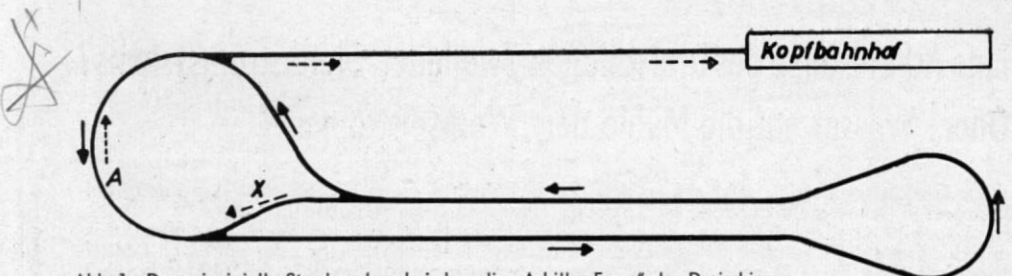
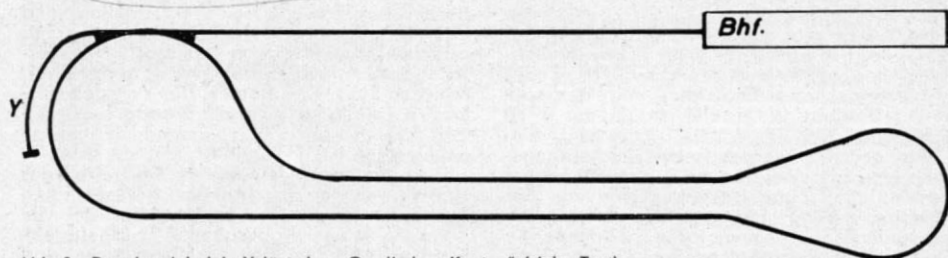

Abb. 1. Der prinzipielle Streckenplan, bei dem die „Achilles-Ferse“ des Dreischienen-Wechselstrom-Systems „entdeckt“ wurde.
Abb. 2. Das Ausziehgleis Y löst den „Gordischen Knoten“ (siehe Text).
Abb. 1. „REPA“-Weichenantrieb mit voller Kontaktbestückung. Die Bauteile bestehen sämtlich aus schwarzem Kunststoff und wurden nur aus fotografischen Gründen teilweise hell eingefärbt. Abmessungen des Antriebes: Länge 55 mm, Breite 25 mm, Höhe 15 (20) mm.
Abb. 3. Der neue „REPA“-Weichenantrieb fertig montiert. 1 = Zungenbrückenarm, 2 = Stelldraht, 3 = Weichenlaternen-Hebel, 4 = Kontakteinheiten, 5 = Anschlüsse der Umschaltkontakte, 6 = Umschaltkontakte, 7 = Befestigungsschraube. – Bei der Montage muß unter der Zungenbrücke der Weiche ein etwa 5 x 10 mm großes Langloch in der Anlagengrundplatte vorgesehen werden, durch das der Zungenbrückenarm geführt wird. Dieser selbst ist mit einer beigegebenen Mutter an der Zungenbrücke zu befestigen, die deshalb in der Mitte ein Loch von 1,5 mm  $\phi$  haben muß. Der Antrieb ist rechtwinklig zur Gleisachse des geraden Stranges (hier gestrichelt angedeutet) zu montieren, und zwar so, daß die Zungen in beiden Stellungen mit etwa dem gleichen Anpreßdruck an den Bockschienen anliegen. Der Stelldraht liegt dem Antrieb aus Verpackungsgründen lose bei und ist in das vorbereitete Loch etwa 5 mm tief einzudrücken (s. Pfeil in Abb. 1).
Doch kommen wir nun zum Spezialfall des Herrn D., dessen Streckennetz im wesentlichen aus einer Ringstrecke besteht, aus der die Züge in einen Kopfbahnhof „ausgefädelt“ werden (Abb. 1). Auf der Ringstrecke sind ständig bis zu drei Züge gleichzeitig unterwegs, und zwar entgegen dem Uhrzeigersinn, wie es die ausgezogenen Pfeile in Abb. 1 angeben. Soll ein Zug aus dem Kreisverkehr ausscheren und in den Bahnhof einfahren, so muß er über die Verbindung X geleitet werden und gelangt so schließlich entsprechend den gestrichelten Pfeilen in den Bahnhof. (Die sicherungstechnischen Maßnahmen zur Vermeidung von Zusammenstößen mit entgegenkommenden Zügen auf der Strecke A können hier außer acht gelassen und als vorhanden betrachtet werden.)
Der auf die Anlage des Herrn D. zugeschnittene Prinzip-Gleisplan sieht dann wie in Abb. 2 aus. Die Strecke X aus Abb. 1 entfällt hier; statt dessen ist jetzt das Ausziehgleis Y
Abb. 1 u. 2. Die Steinwaldener scheinen fleißige und geschäftstüchtige Leute zu sein. Während sich ihre Feriengäste auf dem Dorfanger in der Sonne räkeln oder sich auf dem Rücken einiger Pferde durch die Landschaft schaukeln lassen, herrscht am Sägewerk reges Leben. Eifrig ist man dabei, das Schnittholz in den bereitstehenden Waggon zu verladen.